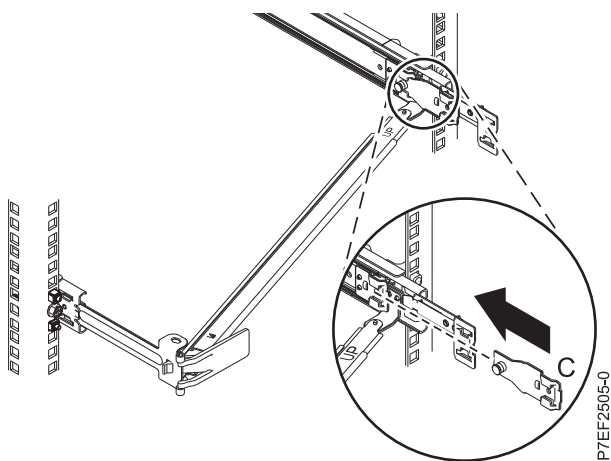

Figura 14. Instalación del soporte de montaje en el riel deslizante
6. Conecte la pieza de sujeción de tope de portacables (**B**) a la ranura en la parte interior del lado izquierdo deslizando la pieza de sujeción de tope (**B**) en el riel deslizante hasta que el pestillo accionado por resorte quede fijado. Para conocer detalles, consulte la Figura 14.